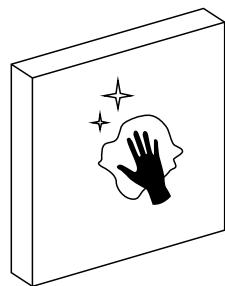

Fig. 6
- ① Nettoyez la surface sur laquelle vous souhaitez fixer le clavier (Fig. 6).